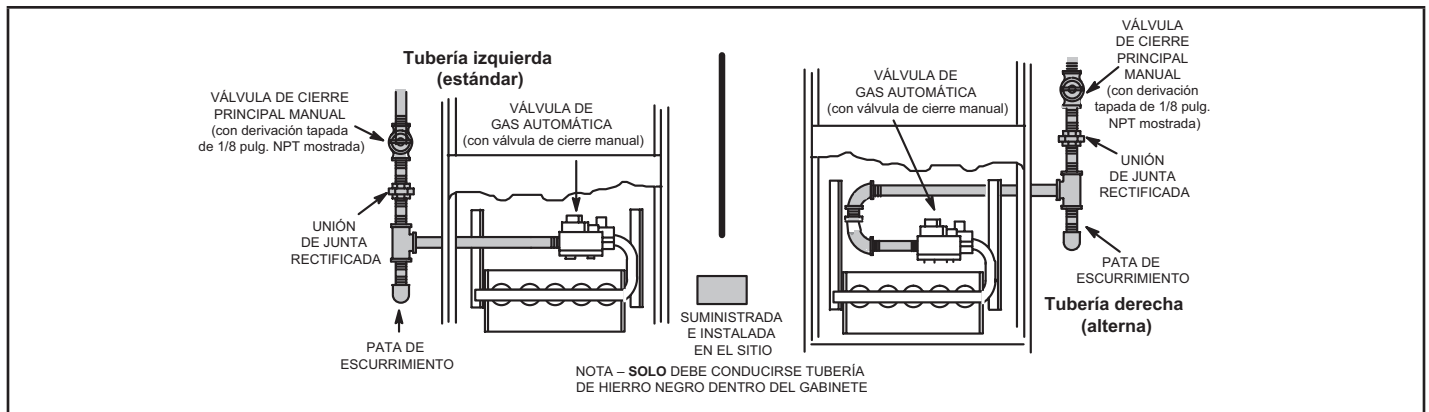

FIGURA 45
- 1 - La tubería de gas se puede conducir a la unidad por el lado izquierdo o lado derecho. La tubería de suministro entra a la válvula de gas desde el costado de la válvula como se muestra en la FIGURA 45. Conecte la tubería de suministro de gas a la válvula de gas. La torsión máxima es de 800 pulg-libras y la torsión mínima es de 350 pulg-libras cuando se conecte la tubería de gas a la válvula de gas.
- 3 - La tubería de gas no debe tenderse a través de los conductos de aire, canaletas de ropa, chimeneas o ventilación de gas, montaplatos o el hueco del ascensor. Centre la línea de gas en el centro del agujero para tuberías. La línea de gas no debería tocar el costado de la unidad. Ver la FIGURA 45.